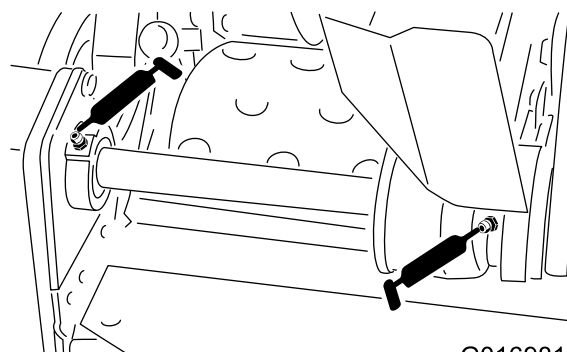

Figure 20
- 2 sur les roulements de l'arbre intermédiaire du cylindre (Figure 20)